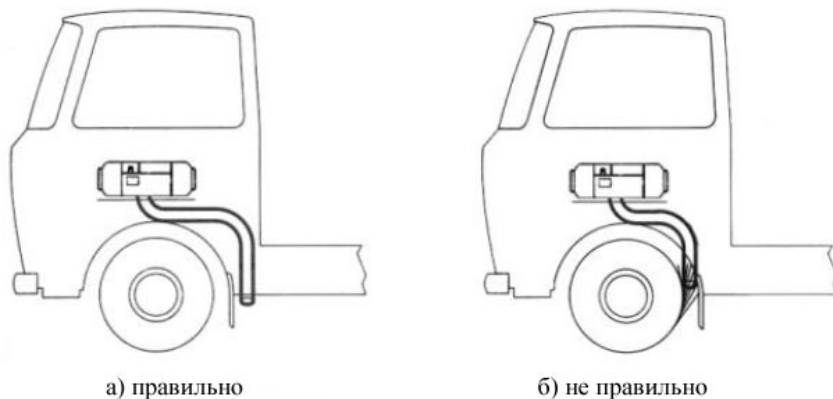

Рис. 21
4.6.5 Расположение труб должно защищать открытые концы от попадания жидкой глины, дождя, снега и прочей грязи (Рис. 21).